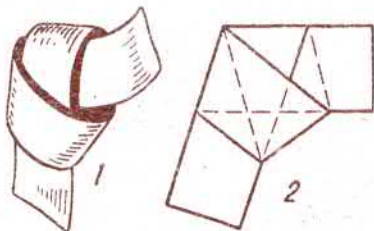

Рис. 1.
1. Радиолюбитель сложил полосу бумаги так, как показано на рис. 1.